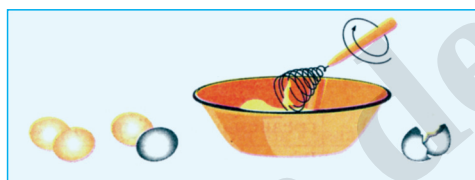

Рис. 5. Последовательность приготовления омлета
1. Тщательно размешайте в миске муку, молоко, соль и яйца венчиком (рис. 5), вилкой или взбейте миксером.